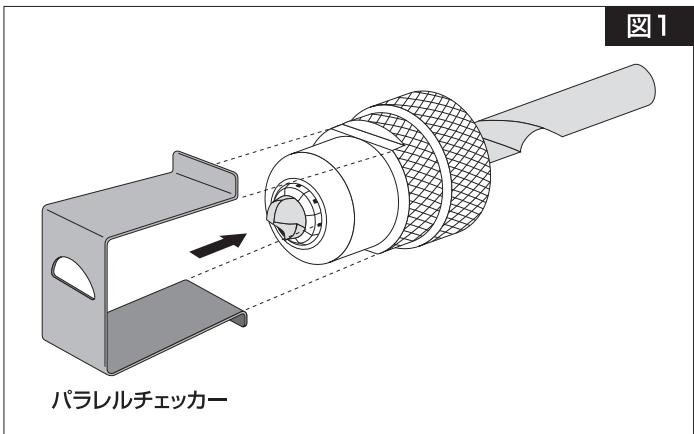

図1
- 工程4で図1のように位置決めされましたホルダーのカット面にパラレルチェックを差し込んでいただきます。
- 本体の電源差し込み口の下部にヒューズボックスが備え付けられています。図1のようにマイナスドライバーなどで引き抜くとヒューズボックスが外れます。